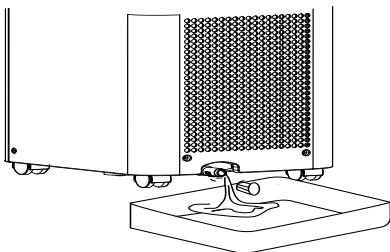

Fig. 1
- Antes da arrumação, certifique-se de que retira a tampa de borracha da parte inferior do orifício de drenagem (#9) e deixe a água escorrer para um recipiente. (fig. 1) Coloque o aparelho no modo de ventilador durante algumas horas para secar qualquer humidade nas bobinas, de forma a evitar a formação de bolor.